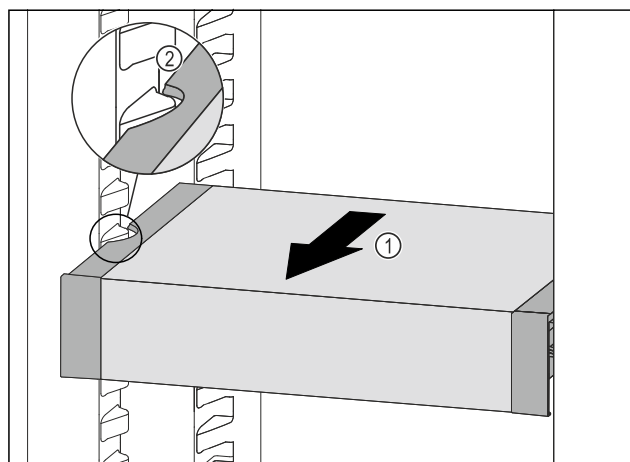

Fig. 115
- Táhněte VarioSafe dopředu Fig. 115 (1), dokud nebudou boční vybrání VarioSafe na úrovni žebrování na nádoby v chladničce. Fig. 115 (2)